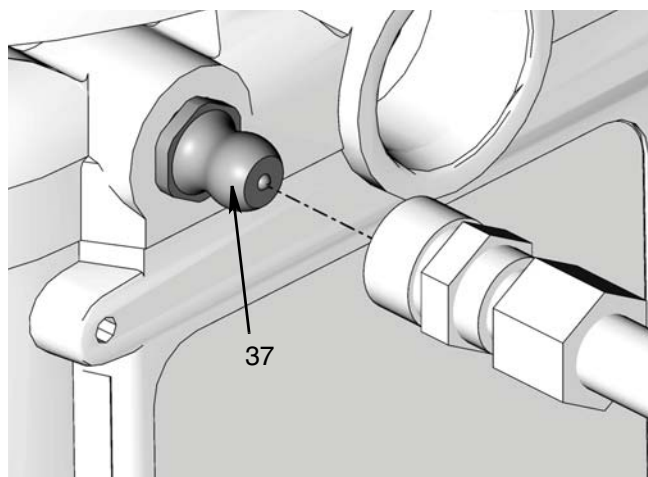

FIG. 7
1. Branchez le flexible de remplissage au raccord d'entrée (37) (FIG. 7).
1. Branchez le flexible de remplissage au raccord d'entrée (FIG. 7).